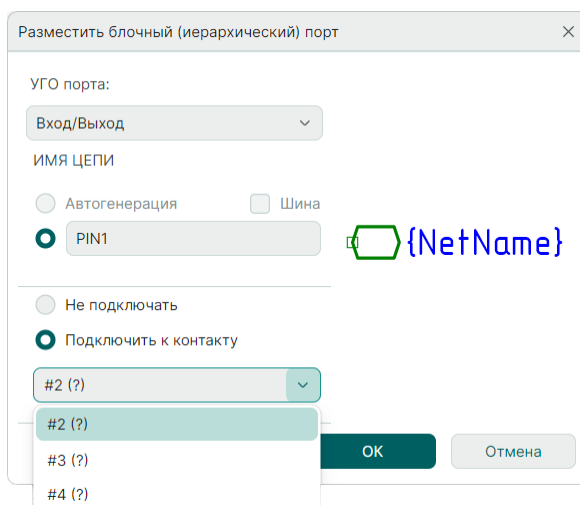

Рис. 269 Сопоставление блочного порта с выводом УГО блока
3. Сопоставьте блочный порт с выводом УГО блока. Данное действие доступно только в том случае, если для УГО блока были созданы выводы. Для сопоставления порта и вывода установите переключатель в положение «Подключить к контакту» и с помощью выпадающего списка выберите нужный вывод УГО блока, см. Рис. 269.